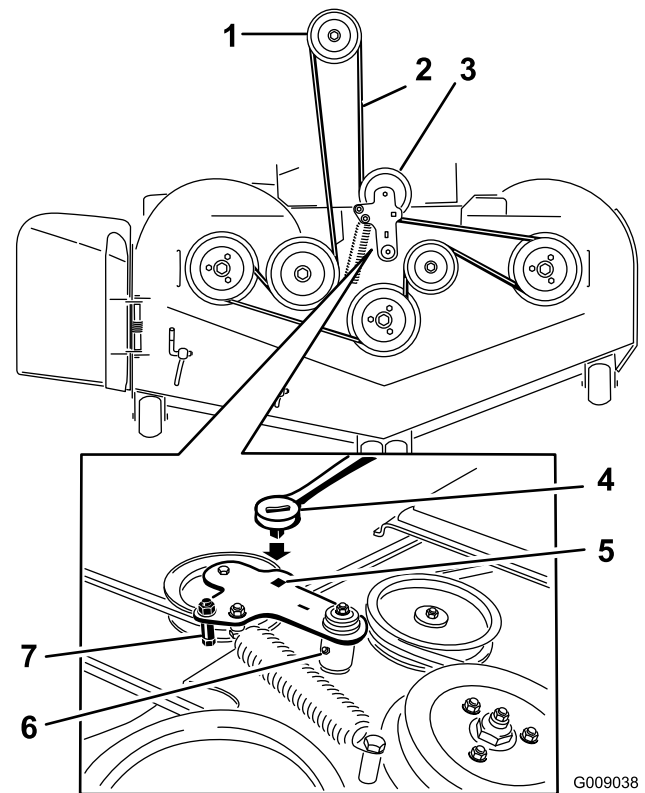

Figure 81
5. Insérez un rochet dans le trou carré du bras de la poulie de tension pour détendre le ressort de la poulie de tension (Figure 81).
7. Enlevez le guide-courroie situé sur le bras de la poulie de tension rappelé par ressort (Figure 81).
9. Acheminez la courroie neuve autour des poulies du tablier de coupe et de la poulie d'embrayage, sous le moteur (Figure 81).
10. Montez le guide-courroie sur le bras de la poulie de tension (Figure 81).
11. Insérez le rochet dans le trou carré et montez le ressort de la poulie de tension (Figure 81).